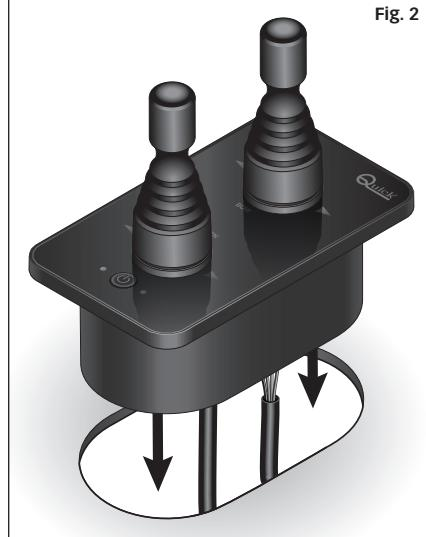

Fig. 2
- (**Fig. 2**) introducir el mando en el agujero y presionar para hacerlo adherir bien a la superficie